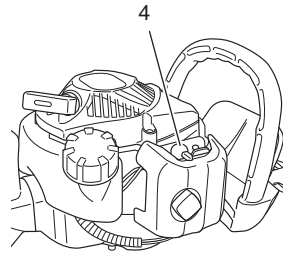

Fig. 4
- \* Presione varias veces el cebador (4), de manera que el combustible fluya a través del cebador o de la tubería de retorno. (Fig. 4)